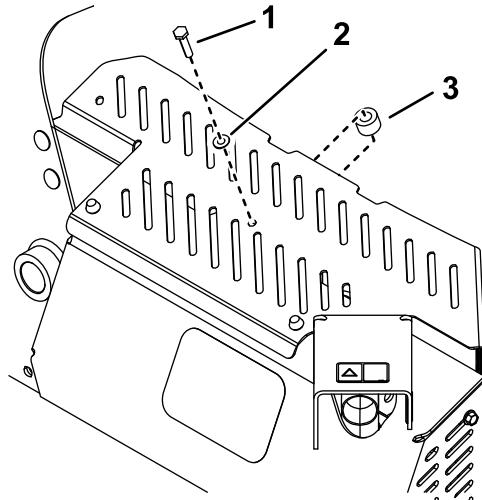

Figura 8
- Utilice el perno autorroscante (1/4" x 1 1/4") y la arandela para instalar el espaciador entre el protector térmico y el protector del silenciador (Figura 8).